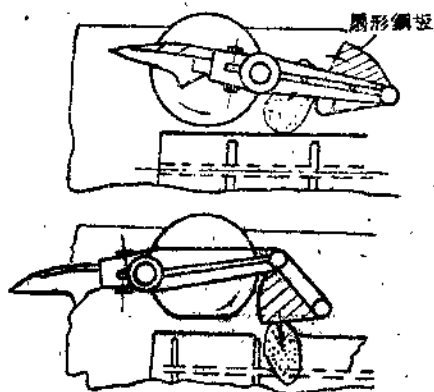

图 1
1. 在装煤耙上加上推岩鉄板（图1），可自动清除挤入的石块，防止挤住連杆。在装煤耙的搖杆上焊以10—18毫米厚的扇形鋼板，其大小以不碰偏心盘，不超过鏈板溜子槽为原則。